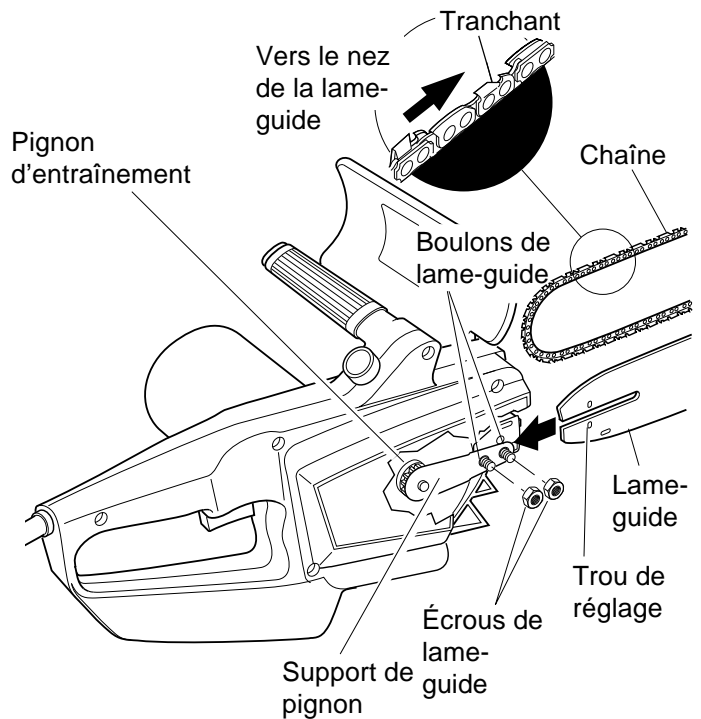

Figure 16 - Assemblage de la lame-guide, de la chaîne et de l'écran de protection de la main
1. Avant de régler la chaîne, s'assurer que les écrous de la lame-guide sont serrés seulement à la force des doigts. (Voir la figure 16 , page 13.) Veiller aussi à ce que le bloc de réglage soit dans le trou de réglage ovale, sur la lame-guide. (Voir les figures 16 et 17, page 13.)
3. Dévisser les écrous des boulons de la lame-guide. (Voir la figure 16.)
Note: S'assurer que les tranchants de la chaîne sont tournés dans le bon sens. Positionner la chaîne de manière que les tranchants se trouvant sur le haut de la lame-guide soient tournés vers le nez de la lame-guide. (Voir la figure 16.)